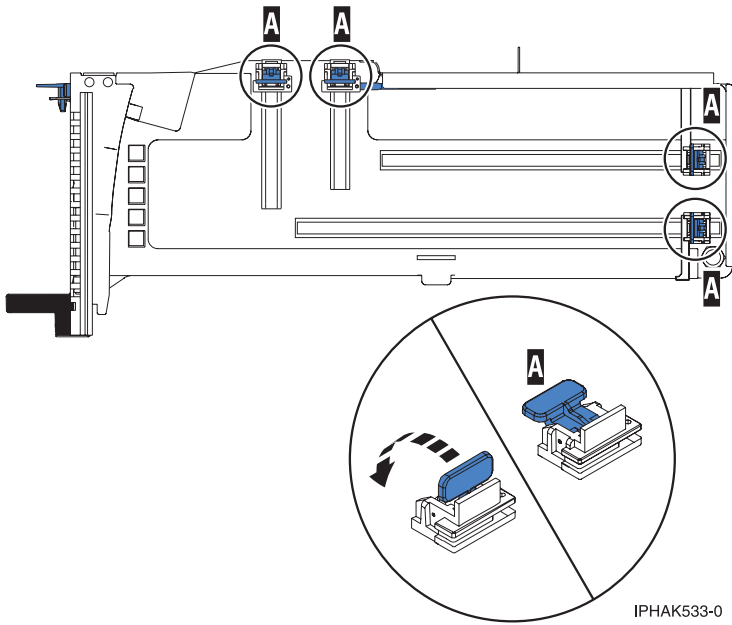

Figura 68. Piezas de retención del adaptador en una casete
- a. Asegúrese de que todas las piezas que servirán para sujetar el adaptador se han empujado hacia fuera de los bordes de la casete para permitir la colocación del adaptador. Consulte Figura 68 en la página 66.